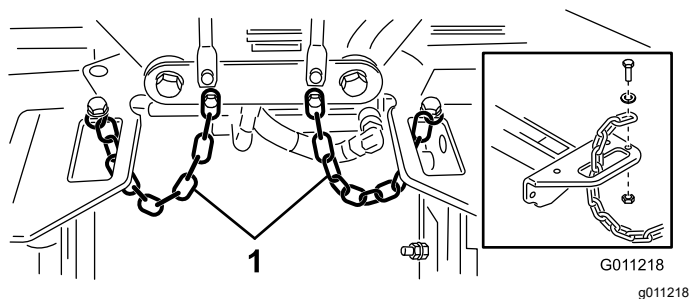

図 23
4. 各キャリアフレームのスロットにチッパーチェーンを下から上に通し、これらのチェーンをキャリアフレームの上に固定するキャップスクリュー、ワッシャ、ロックナットを使用 図 23。